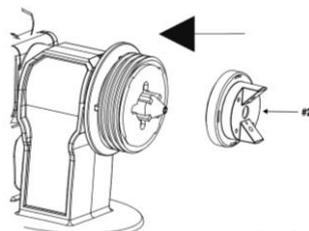

fig. 2
- Placez le chapeau d'air (n° 2) sur la buse (fig. 2).